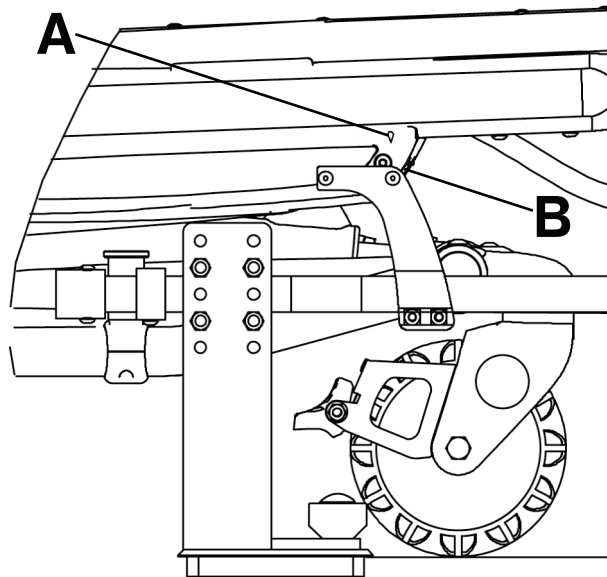

Figure 5 – Ajuster le support d'arrêt
4. Ajuster le support d'arrêt le long de la pince du rail jusqu'à ce que le losange (A) du boîtier du capteur soit aligné sur la tête du rivet pop (B) (Figure 5).
Remarque - Aligner le losange (A) situé sur le couvercle du boîtier du capteur sur la tête du rivet pop (B) située sur le dispositif d'arrêt incorporé dans l'ambulance (Figure 5).